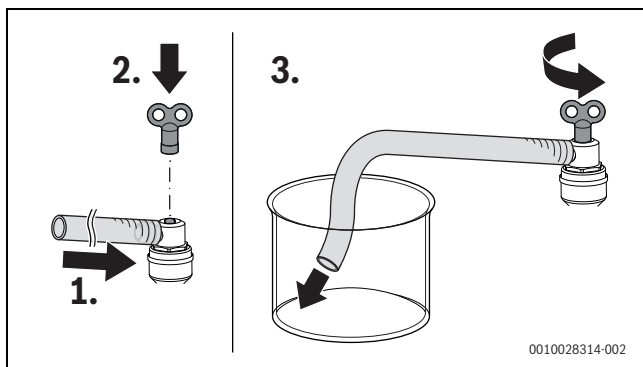

Bild 104 Warmwasserkreis und Heizkreis entlüften
- Entlüftungsventil so lange öffnen, bis Wasser austritt (→ Bild 104 und Bild 4, Seite 10).
- ▶ Schlauch in ein Gefäß (z. B. Flasche) leiten (→ Bild 104 und Bild 4, Seite 10).